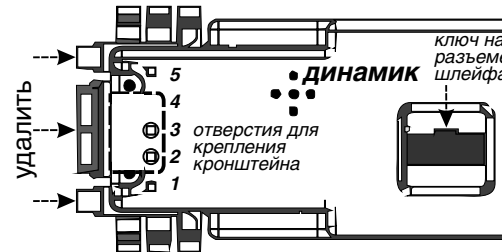
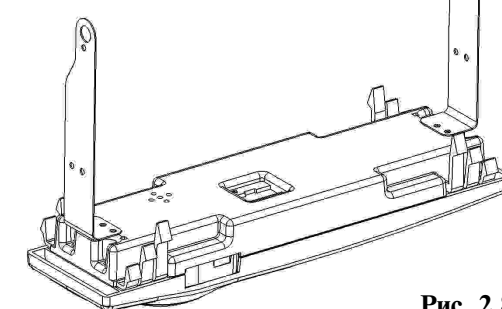

Рис. 2.7
Рис. 2.8
Внимание! На разьеме шлейфа есть ключ (выступ), необходимо подключить разъем шлейфа в соответствии с обозначением, рис. 2.7 или рис. 2.8, к бортовому компьютеру.
11. Устанавливаются кронштейны, как показано на рисунке 2.8. Прикладываем согнутый кронштейн короткой стороной к задней панели бортового компьютера. При этом фигурный вырез кронштейна должен быть обращен в сторону динамика. Рис. 2.7 и рис. 2.8.
12. На задней панели компьютера с боковых сторон находится по пять отверстий. Прикручиваем кронштейн саморезами, в отверстия "2" и "3", (считая от той стороны дальше от которой расположен динамик). Рис. 2.7. Таким же образом прикручиваем второй кронштейн с другой стороны. Рис. 2.8.